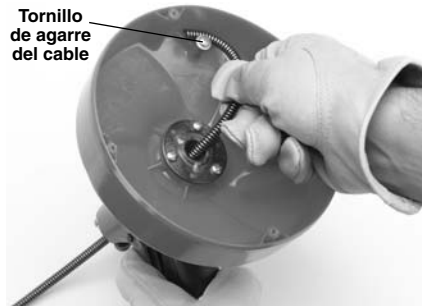

Figura 9 – Sujeción de la cola del cable
4. Empuje la cola del cable por debajo del tornillo de agarre y su arandela. Apriete el tornillo de agarre (Figura 9).